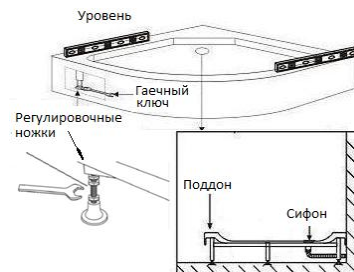

Рис.2
2. Установка и выравнивание поддона (рис.2).